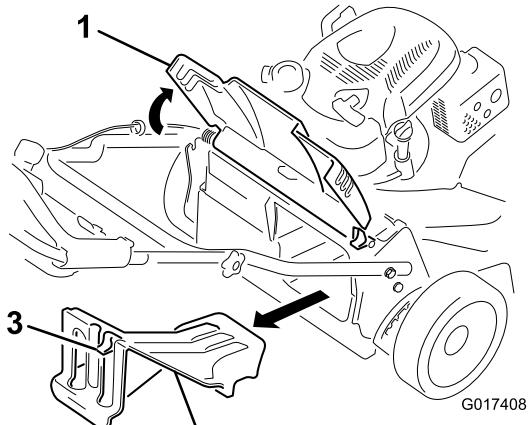

Рисунок 27
- Поднимите и удерживайте задний отражатель (Рисунок 27).
- Снимите заднюю выпускную пробку, нажав вниз на защелку большим пальцем и вытянув пробку из машины (Рисунок 27).